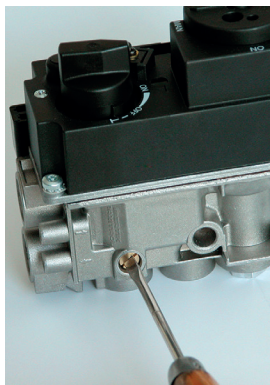

Рис.15. Способ регулировки минимальной высоты пламени главной горелки
2. Минимальная высота пламени главной горелки может быть установлена поворотом регулировочного винта (Рис.15.). Фабричная установка регулировочного винта стоит на максимальной высоте пламени.